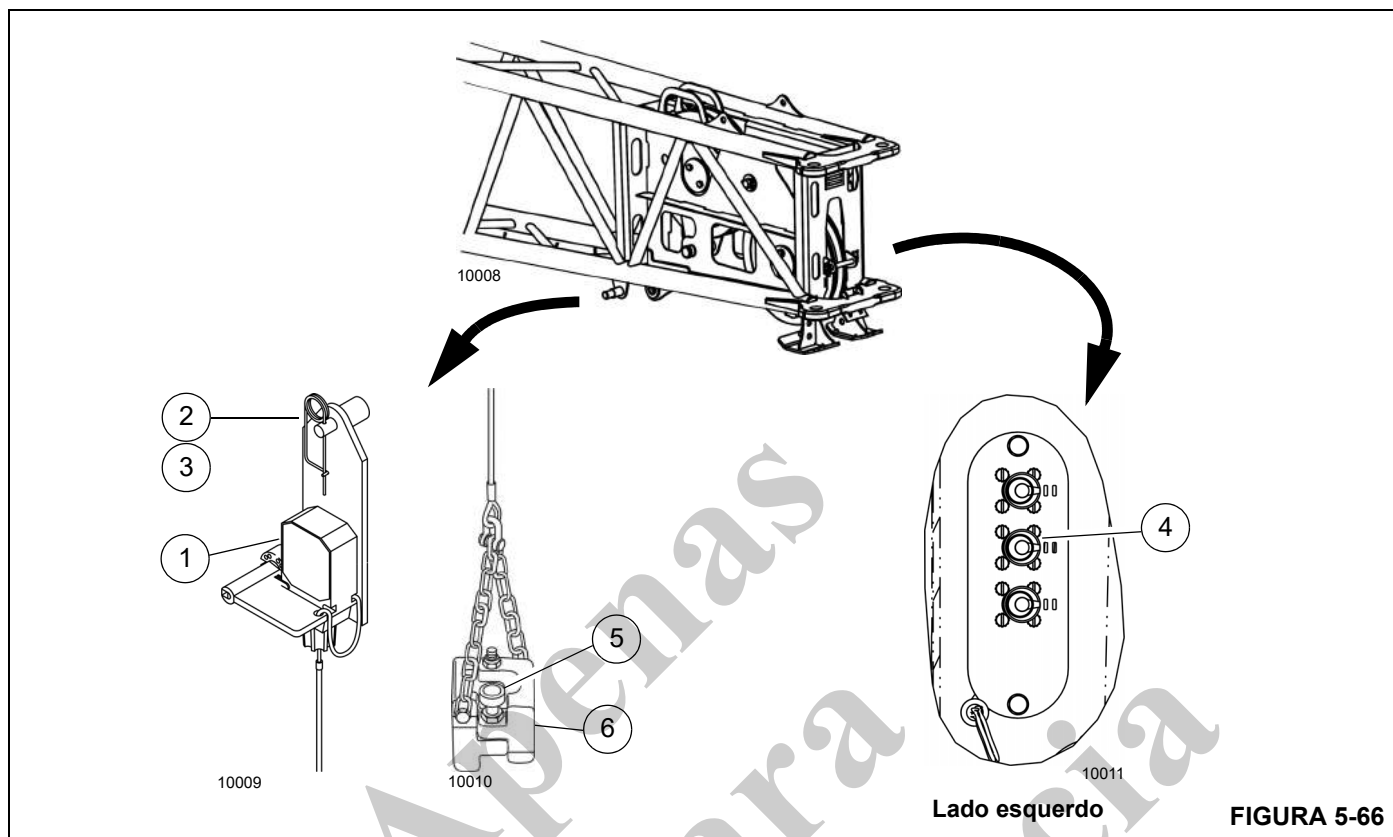

FIGURA 5-66
1. Instale a chave do dispositivo anticolisão do moitão (1, Figura 5-66) no suporte (2) do lado direito da seção da base da extensão da lança. Prenda a chave com um grampo de retenção (3).
2. Remova a tampa de proteção da tomada elétrica (4). Conecte o plugue elétrico na tomada (4) do lado esquerdo da seção da base da extensão da lança.
4. Remova o pino de segurança (5). Instale o peso do dispositivo anticolisão do moitão (6) ao redor do cabo de elevação. Prenda com o pino de segurança (5).